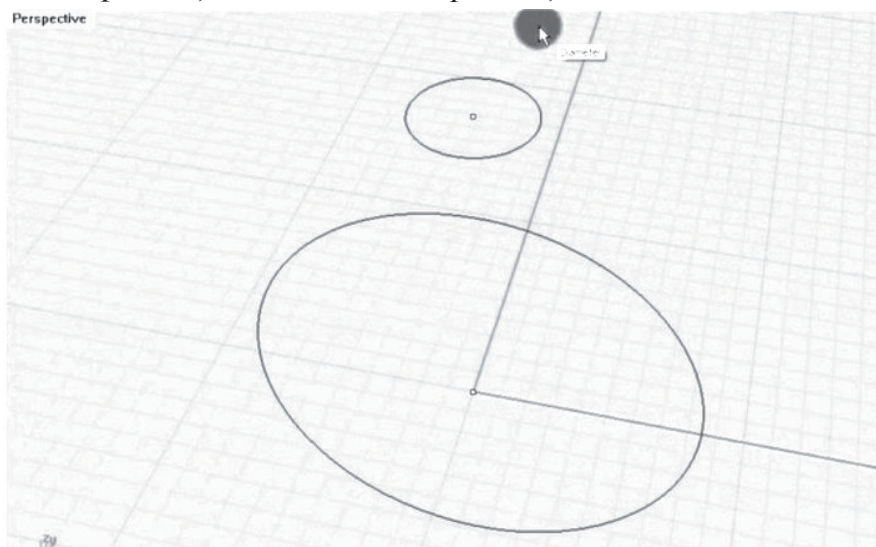

Рис. 96. Малая окружность перпендикулярна большой
4. Выделяем и удаляем верхнюю окружность. Выбираем Circle: centre, radius; из верхней точки строим окружность диаметром 4,1 мм в окне Perspective, как показано на рис. 96, 97.